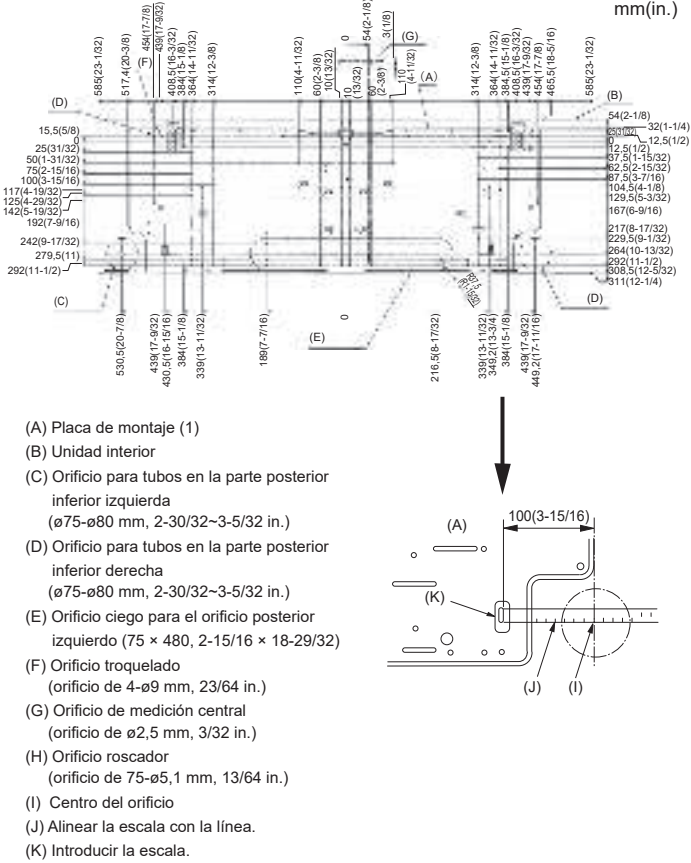

Fig. 3-2
3.2.1. Determine las posiciones de la placa de montaje y de las tuberías (Fig. 3-2)